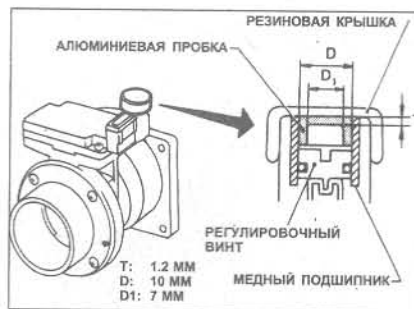

Рис. 3.46 Детали заглушки регулировочного винта смеси холостого хода (Глава 41)
- 17 Снимите резиновый колпачок с регулировочного винта смеси, аккуратно просверлите маленькое отверстие в алюминиевой пробке, снимите ее (Рис. 3.46).